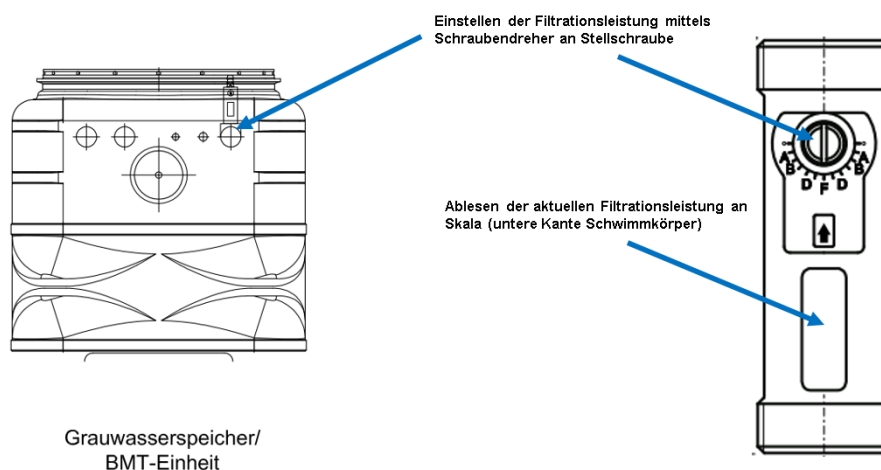

Abbildung 15: Einstellen der Filtrationsleistung am Tacosetter
- I. Manuelles Wechseln in den Automatik-Betrieb (Anlagenhauptmodus Automatic) durch Drücken der Funktionstaste (A) an der Steuereinheit (Vgl. separate Anleitung „Bedienungsanleitung GWM 500-Steuereinheit“).
- III. Überprüfen der eingestellten Filtrationsleistung am Tacosetter des Grauwasserspeichers/ BMT-Einheit gemäß dem vorgegebenen maximalen Filtratablauf (Hinweisaufkleber direkt an Tacosetter). Siehe Abbildung 15.
- V. Gegebenenfalls die Filtratleistung am Tacosetter (siehe Abbildung 15) nachjustieren.